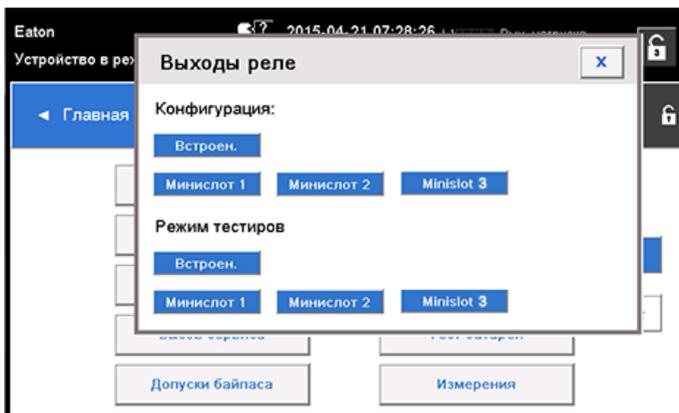

Рисунок 36. Параметры конфигурации релейных выходов
- Для проверки реле необходимо выбрать любой из параметров в режиме тестирования (см. рисунок 36).